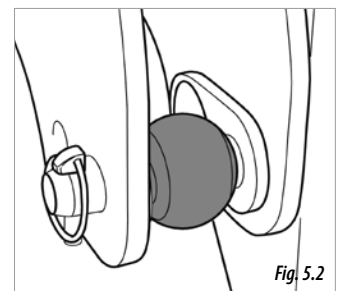

Fig. 5.2
- 1b- Si la machine n'a pas de barre d'attelage (Fig. 5.2), montez d'abord les boules sur les boulons d'attelage de la machine puis positionnez les bras du tracteur sur les boules.